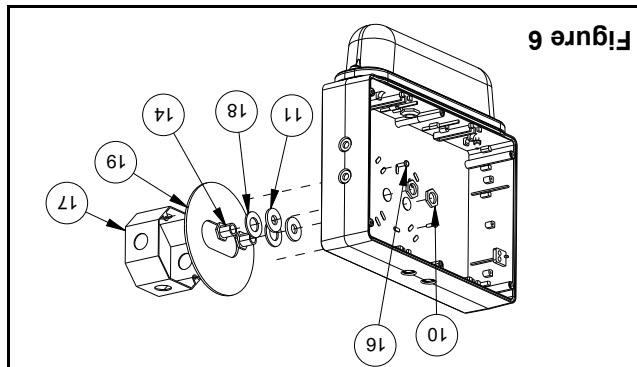
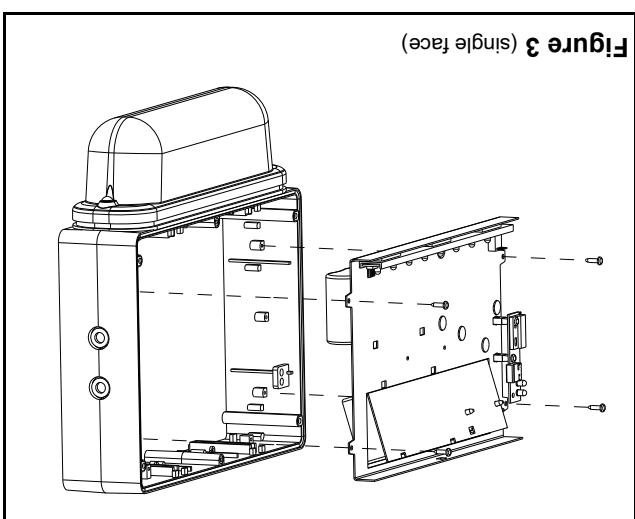

Figure 6
Figure 3 (single face)
- a. Retirer la plaque arrière de l'emballage. Enlever les trous défonçables appropriées au montage à une boîte de jonction (voir fig. 6).
- c. Retirer les 4 vis retenant le module électronique au cadre afin de les séparer (voir fig. 3 & 4). Débrancher les fils des lampes avant de démonter le module (voir fig. 6).
- d. Assembler les pièces 10, 11, 14 et 18 à la plaque arrière (voir fig. 6, 9 et 10). Utiliser les raccords à l'intérieur de la boîte de jonction (voir fig. 3).
- o. Détacher les 4 vis qui servent au montage du diffuseur (voir fig. 11) et débrancher les fils de lampes des terminaux "L+", "L-", et "GND". Débrancher les fils de lampes du module électronique (voir fig. 3 & 4). Enlever toutes les vis du module d'accès aux trous défonçables du cadre, retirer les 4 vis du module électronique (voir fig. 3 & 4). Débrancher les fils de lampes du pavillon à la rentière, le panneau EXIT et le diffuseur de l'emballage.